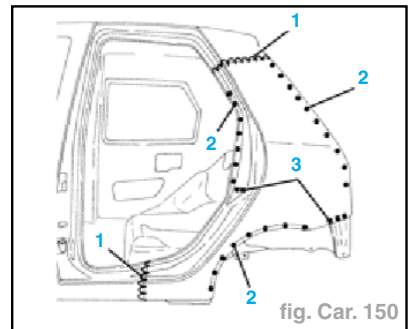

fig. Car. 150
- Souder l'élément à fil continu sur le bas de caisse et des deux côtés du montant (1) (fig. Car. 150).